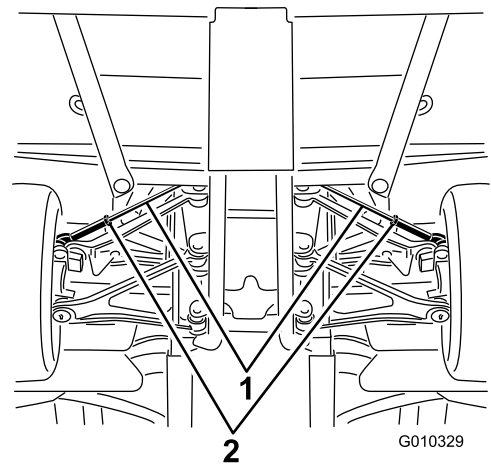

Bild 59
- A. Lösen Sie die Klemmmutter in der Mitte der Spurstange (**Bild 59**).